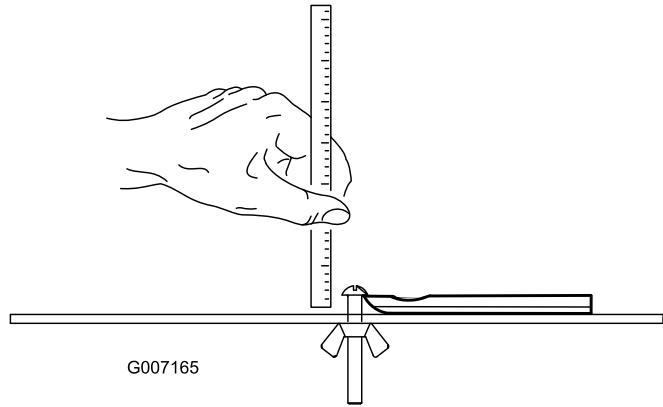

Figure 29
**Remarque:** Toutes les mesures de limite de service renvoient au bas de la contre-lame (Figure 29)